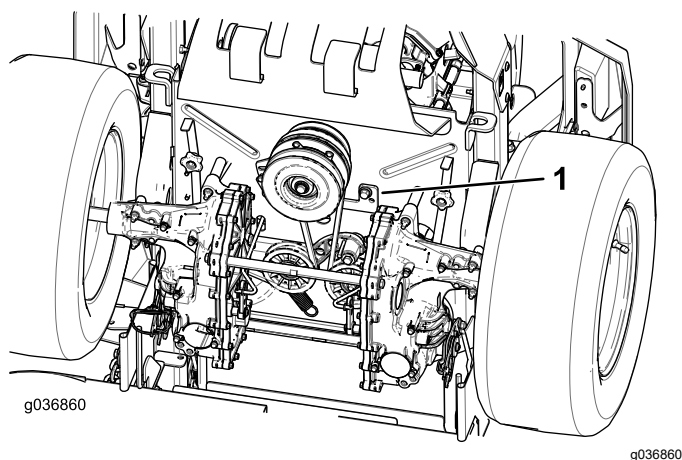

Рисунок 64
5. Снимите упор муфты (Рисунок 64).
9. Установите упор муфты (Рисунок 64).